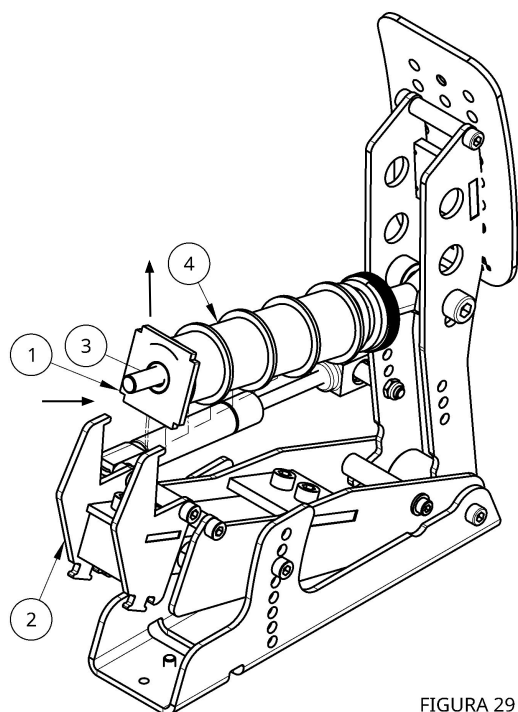

FIGURA 29
Mova o eixo (3) para cima, liberando todo o conjunto (Figura 29).